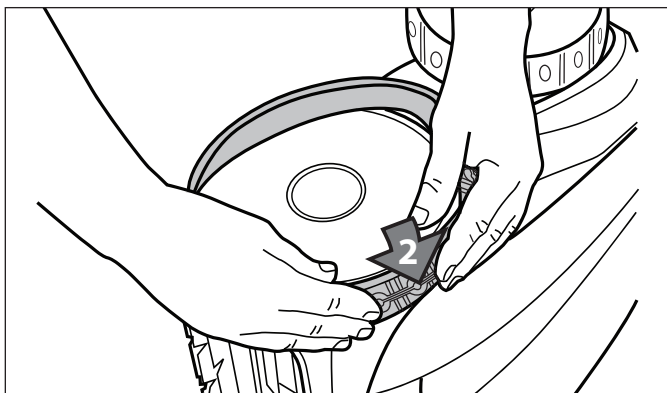

Figure 36. Commencer par un côté du pneu
4. Pousser un côté du pneu dans la roue et mettre la nervure du pneu dans la rainure de la roue, comme illustré à la Figure 36.